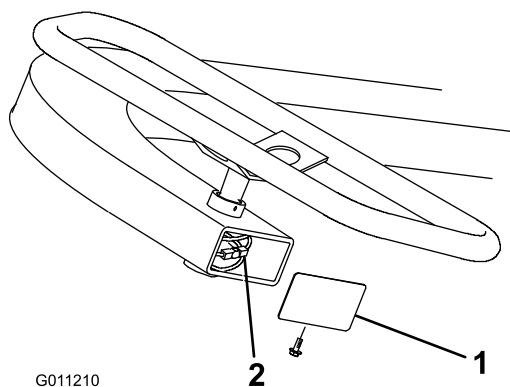

Figura 49
2. Se todas as roscas na extremidade do cabo tiverem sido usadas, substitua os cabos. Se necessário, faça a manutenção da polia e cabo da direcção sob o volante removendo a cobertura na extremidade da coluna da direcção (Figura 49).